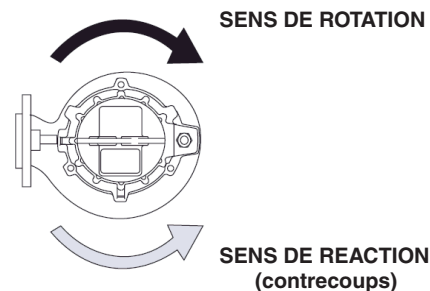

Fig.1
- Raccorder les câbles d'alimentation à l'armoire de commande (voir § 7 - Branchements électriques). Les bornes du câble d'alimentation portent la marque des sigles internationaux IEC, leur connexion correcte à la ligne L1(u), L2(v), L3(w) détermine le sens de rotation correct de l'électropompe. Si le groupe installé est visible lors du démarrage, il subira un contrecoup dans le sens inverse des aiguilles d'une montre (voir Fig.1). Pour inverser le sens de rotation, inverser deux phases entre-elles.